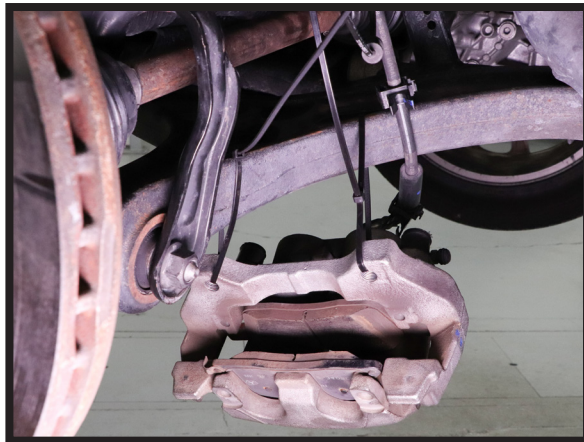

FIGURE 11
10. ZIP TIE BRAKE CALIPER TO THE FRAME OUT OF THE WAY SO IT DOES NOT DAMAGE BRAKE LINE. (FIGURE 11)